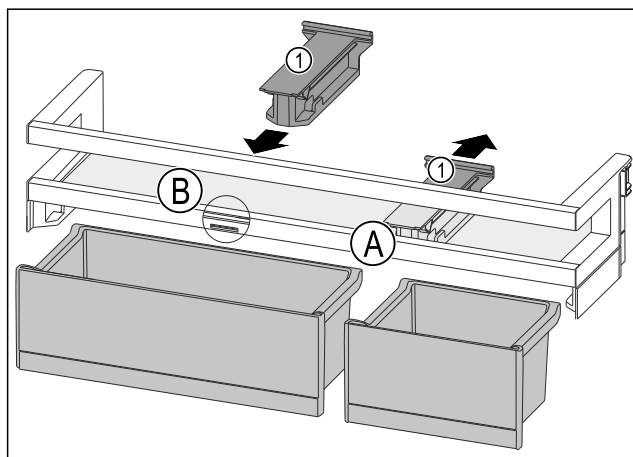

Fig. 196
- Tirare l'elemento di tenuta Fig. 196 (1) all'indietro per portarlo in posizione Fig. 196 (A).
- Inserire l'elemento di tenuta Fig. 196 (1) in posizione Fig. 196 (B).